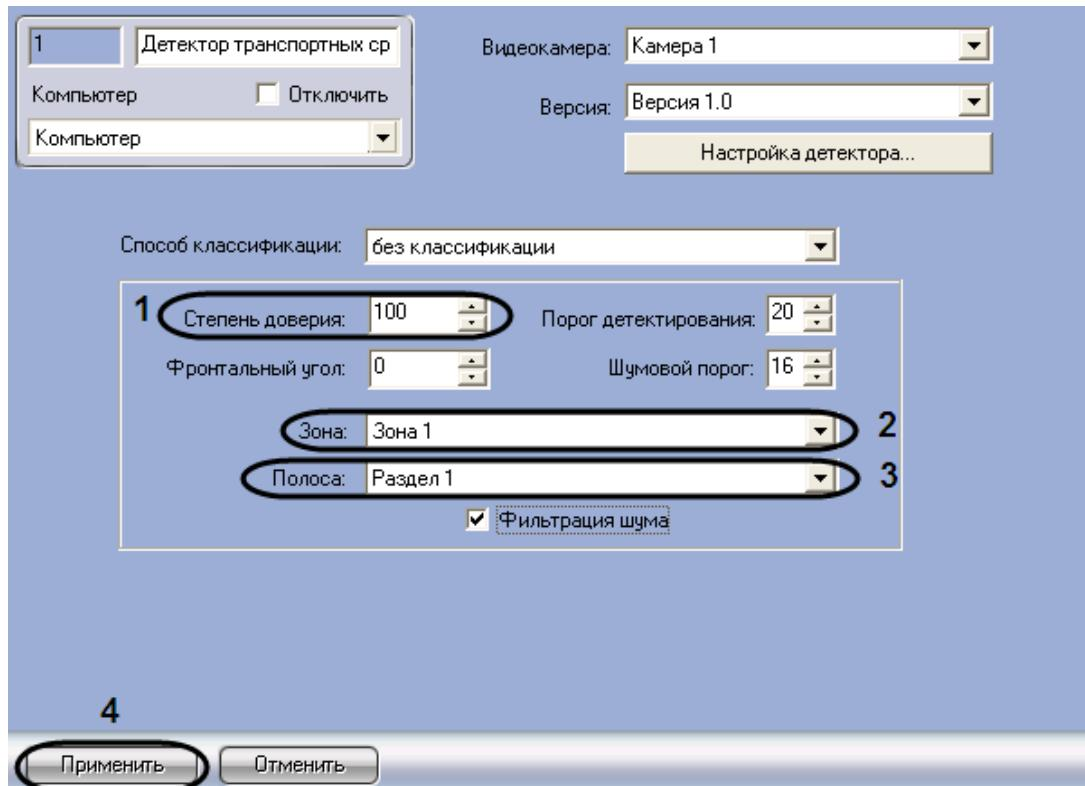

Рис. 7.6—7. Задание сведений о детекторе транспортных средств
- Перейти на панель настройки объекта «Детектор транспортных средств» (см. Рис. 7.6—7)
- В поле со списком «Степень доверия» ввести степень доверия к детектору транспорта (см. Рис. 7.6—7, 1)
- Из раскрывающегося списка «Зона» выбрать название объекта «Зона» или «Область», соответствующего территории, на которой расположена видеокамера детектора (см. Рис. 7.6—7, 2)